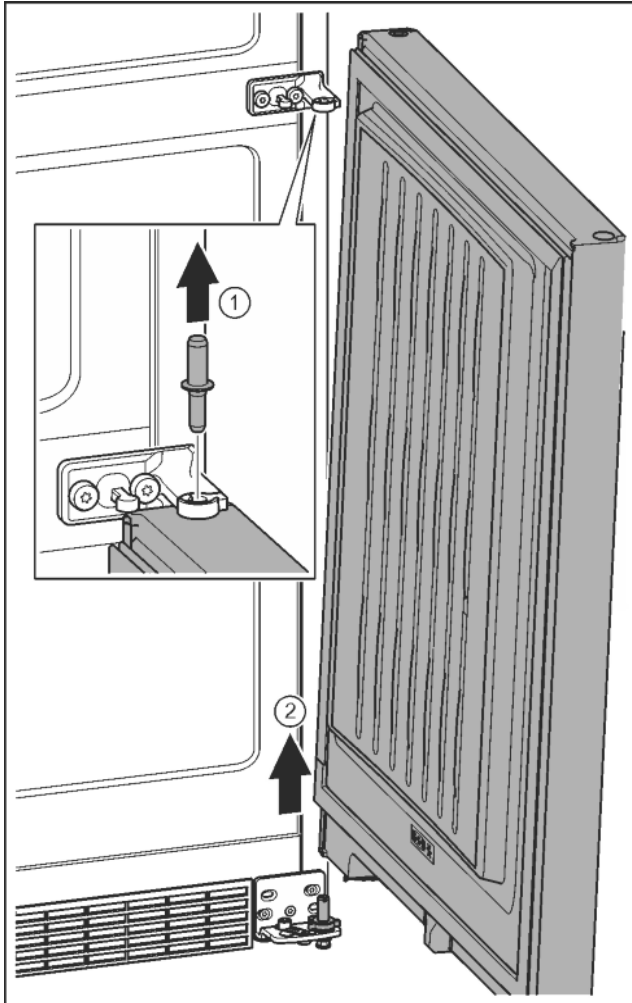

Fig. 10
- ▶ Bolzen nach oben herausziehen. Fig. 10 (1)
- ▶ Tür herausschwenken, nach oben ziehen und beiseite stellen. Fig. 10 (2)